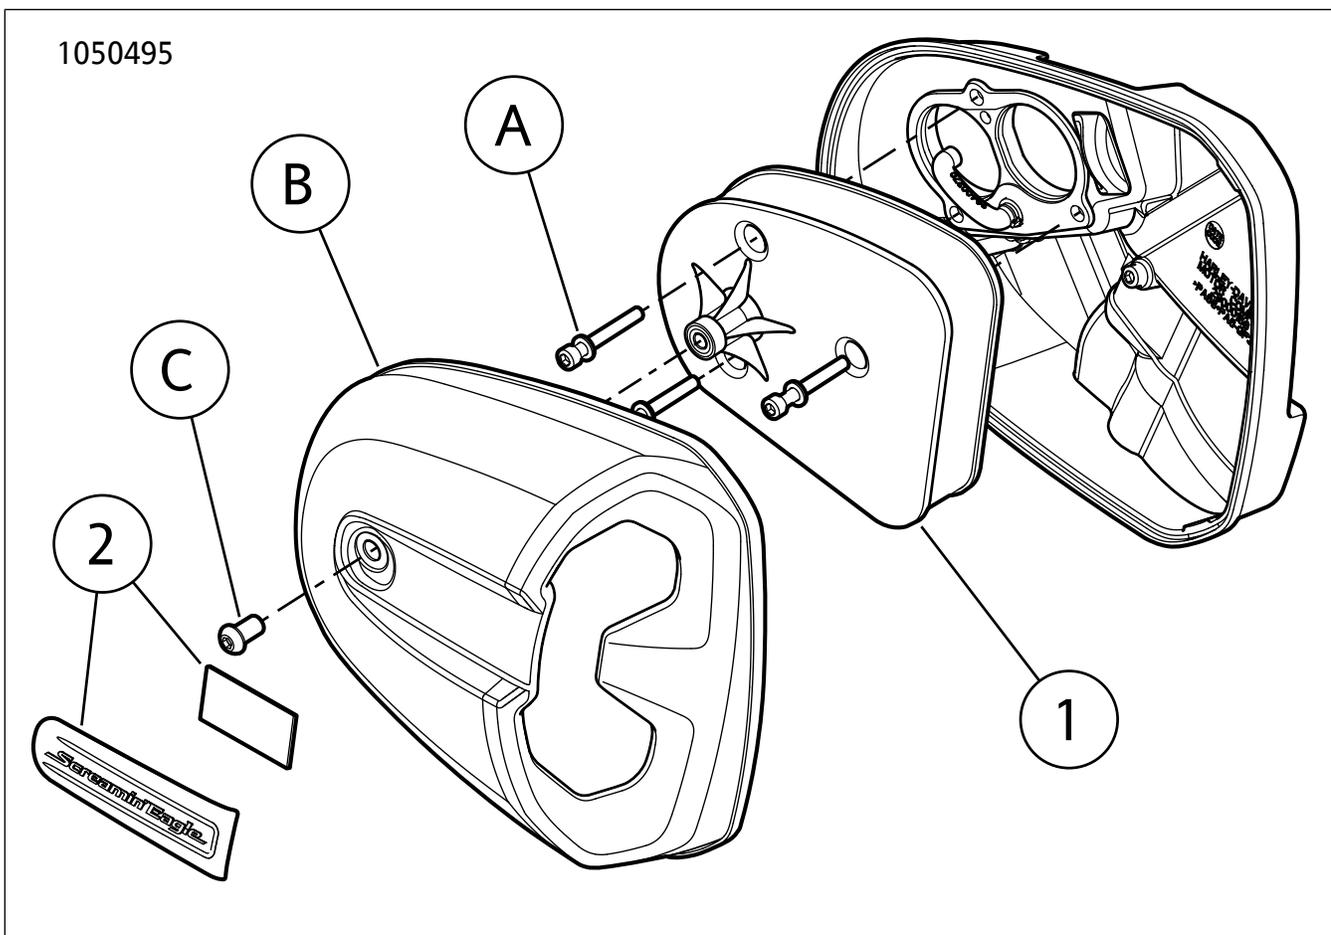

图1. 维修零件: Screamin' Eagle大流量空气滤清器-MilwaukeeEight™
参见参见图1。以及参阅表1。
2. 参见参见图1。以及参阅表1。拆下空气滤清器盖和滤清器。
1. 参见参见图1。使用螺丝(A)将空气滤清器滤芯(1)固定至空气滤清器背板。拧紧。